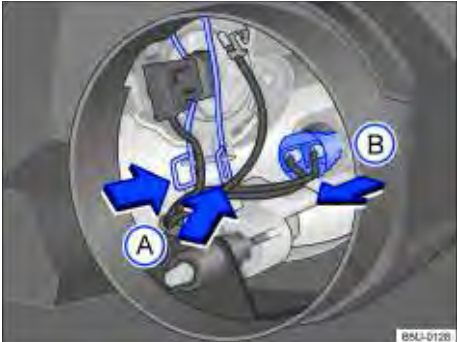

Fig. 180 Acesso à lâmpada incandescente do farol alto / longo alcance e luz de posição.
| 5. | Comprimir ambos os lados da mola de travamento separadamente ⇒ Fig. 180 setas A contra a lâmpada, deslocar a mola para destravar a lâmpada. |
4.	Remover o soquete ⇒ Fig. 180 ⓑ no sentido da seta.